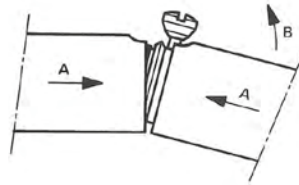

Abb. 5.
- Sprengring (13) durch Losschrauben der Sprengmutter (12) (Spezialschraubenzieher verwenden) lösen.
- Sprengmutter (12) des Messanschlages mit der Aussparung des Messelementes (10) ausrichten.
- Messanschlag gemäß Abb. 5 schräg an das Messelement anlegen und unter Druck in Richtung A und durch Schwenkbewegung in Richtung B einklinken.